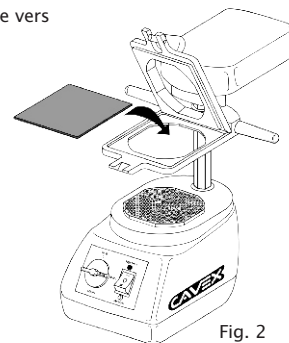
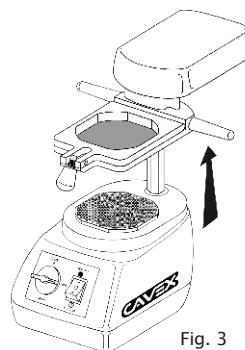

Fig. 2
Fig. 3
2. Placez la plaque d'emboutissage souhaitée dans le cadre (fig. 2) et refermez soigneusement. Faites glisser le cadre vers le haut (fig. 3).